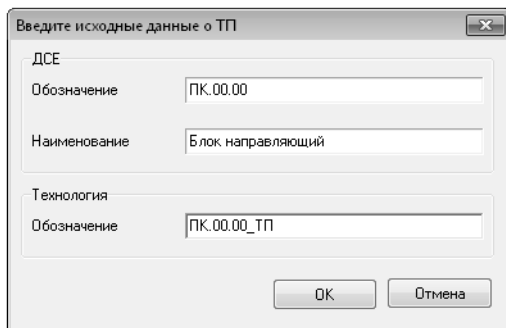

Рис. 11.1.
2. Введите исходные данные сборочной единицы так, как показано на рис. 11.1. Нажмите кнопку **ОК**.